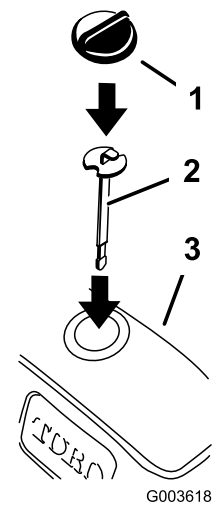

Bild 36
- Setzen Sie den neuen Peilstab ein und prüfen Sie den Ölstand (Bild 36).